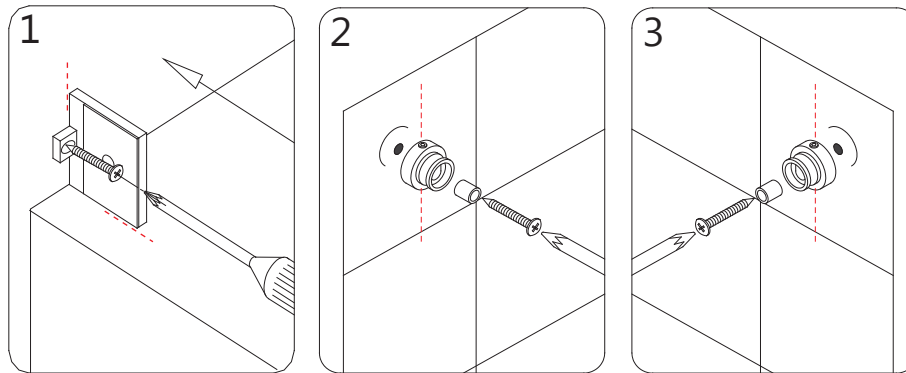

Fig. 11
10. Vissez au mur la **Fixation Mural (N° 19)** avec une **Vis à Tête Bombée ST4.2x55 (N° 18)**. Montez la base des **Fixations de Rail (N° 08)** sur les deux murs avec une **Grande Vis à Tête Bombée ST6x65 (N° 10)**. Notez que les **Vis de Réglage des Fixations doivent être alignées verticalement** pour faciliter l'accès au cas où un ajustement de niveau serait requis après l'installation de la vitre. (**Fig. 11**)